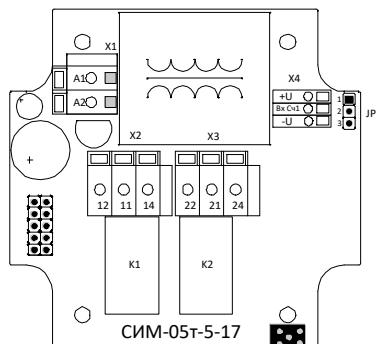

Рис. 2
Аппаратное согласование входов счётчика к типу выхода датчика осуществляется с помощью перемычки, установленной между контактами джампера (JP). Джампер расположен на плате питания счётчика или на задней панели (см. рис. 2).
Схема подключения счётчиков представлена на рис. 3. Для подключения счётчика тип СИМ-05т-5-17 необходимо снять крышку, отвинтив четыре винта, расположенных на лицевой панели счётчика. Пропустить провода через гермовводы и подключить к пружинным клеммам, расположенным на плате питания рис. 3. Для подключения проводов необходимо использовать отвёртку. При подключении или отключении проводов необходимо нажать отвёрткой на кнопку контакта клеммы для отвода пружины. Максимальное сечение провода 1.5мм². Для разъёма подключения датчиков (X4) - 1.0мм². Клеммы «+U» и «-U» разъёма X4 предназначены для подключения цепей питания датчиков. Рекомендуемая ширина зачистки изоляции проводов - 7мм. Подключение счётчика тип СИМ-05т-5-09 производится при помощи ответных частей разъёмов (входят в комплект поставки). Обозначение разъёмов в соответствии со схемой подключения приведено на рис. 2.